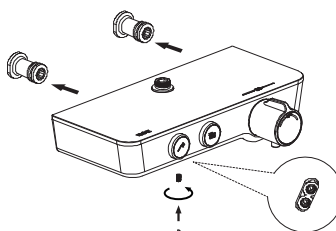

Figure 4
a) Connectez la barre de douche thermostatique (10) sur les connecteurs courbes (Figure 4). Le côté gauche correspond à l'eau chaude et le côté droit à l'eau froide. Utilisez la clé Allen pour la fixer.